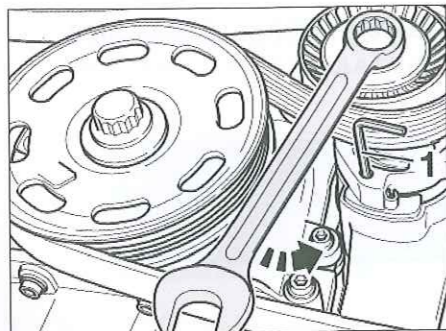

Fig. 1
- Bascular el tensor en el sentido antihorario con ayuda de una llave de 16 (Fig.1).
- Bloquear el rodillo tensor en (1) con ayuda de una llave Allen de 4 mm.